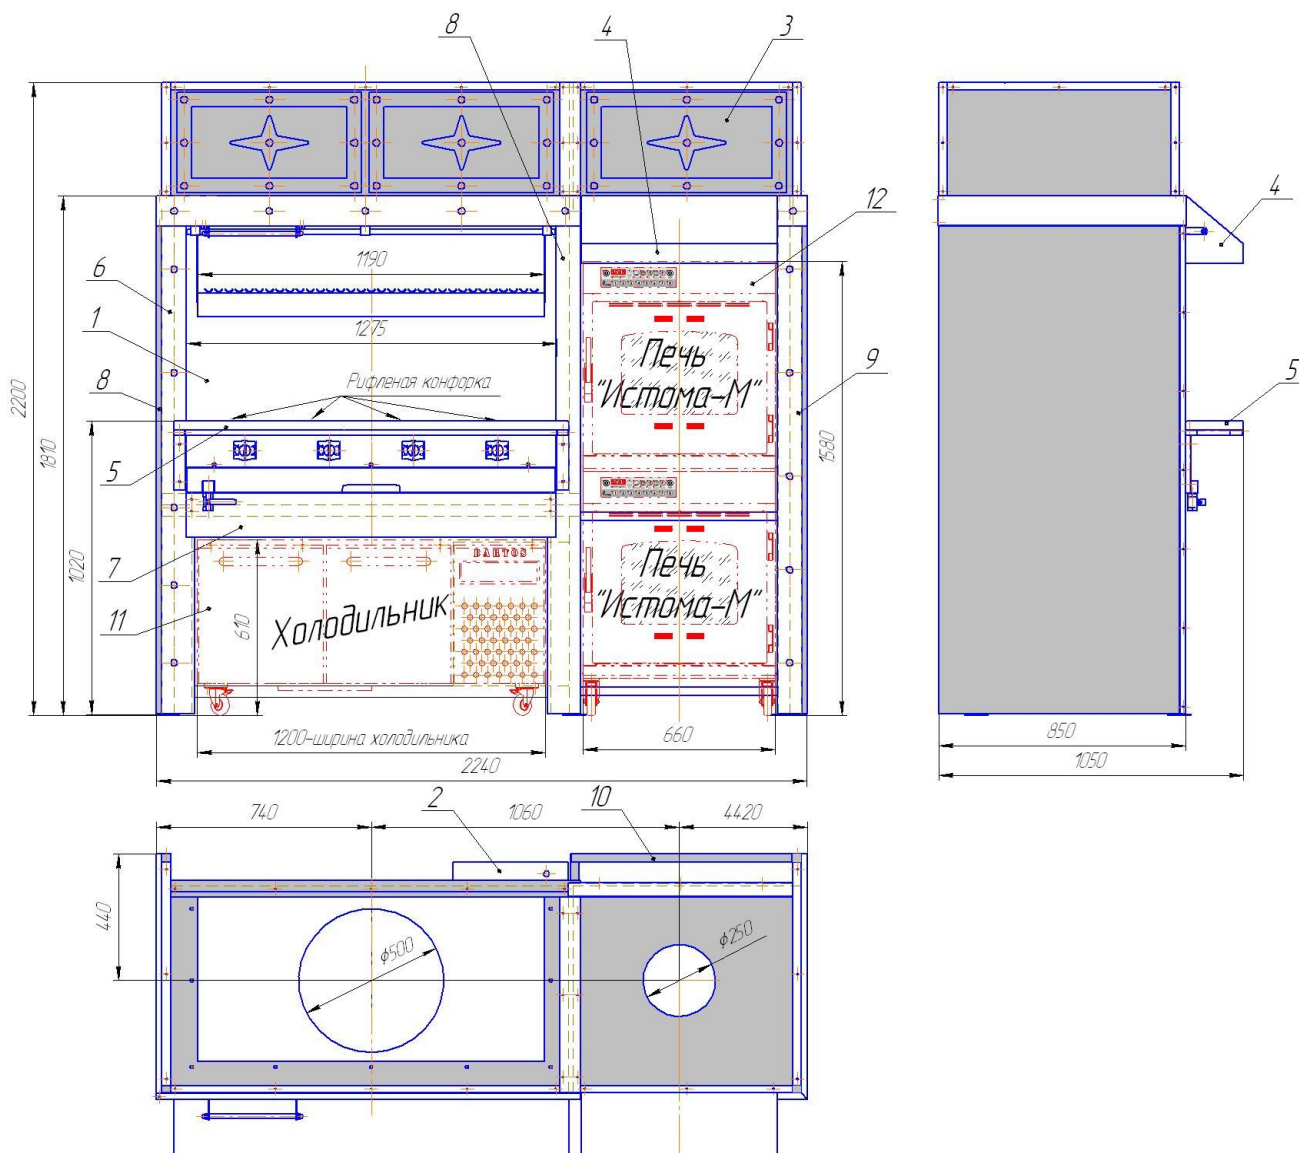

Рис. 1. Устройство гриля
Гриль состоит из следующих основных элементов (см. рис.1):
В правой части гриля находится ниша для установки двух печей-коптилен друг на друга (рис.1, поз.12). Над коптильнями закреплена рамка с закрепленным на ней зонтом-кепкой.
В нижней части гриля, с левой стороны, расположены ниша под установку холодильного стола (рис.1, поз.11).
3. Установить все детали и узлы на свое рабочее положение согласно рис.1-4. Стойку боковую правую (рис.1, поз.9) кроме крепления на две распорки (рис.1, поз.10), дополнительно закрепить к основанию пола с помощью дюбелей.